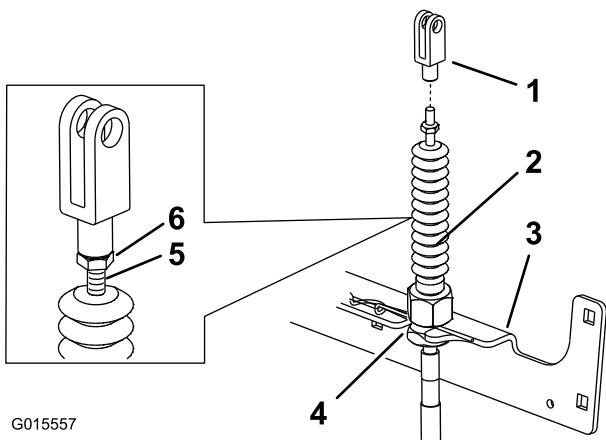

Bild 12
2. Halten Sie das Joch fest und ziehen Sie die Klemmmutter am Joch an, um es zu arretieren. Wiederholen Sie die Schritte für die andere Seite (Bild 12).
4. Schieben Sie die Kabel so in die Querriegelschlitzte, dass die Einstellmuttern oben sind (Bild 12).